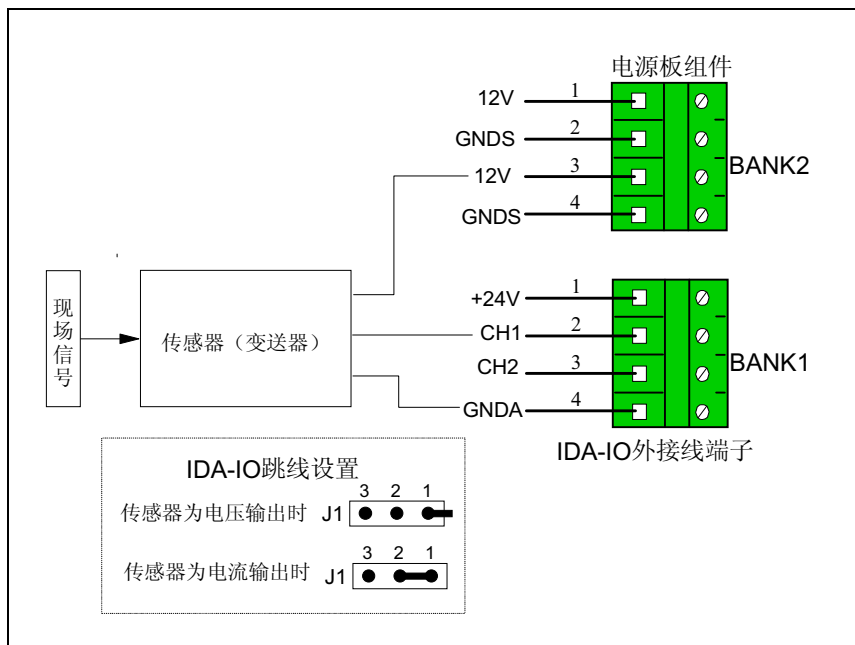

图9-8 12V电源三线制接线示意图
3. 外接传感器或变送器为三线制(输出4~20mA电流或0~10V电压)，需提供电源12VDC时，具体接线方法如图9-8所示。当输出为电流时，软件应将此通道设为直流电流量通道；当输出为电压时，软件应将此通道设为直流电压量通道。对于LL131Z型水浸传感器可参照图9-8的接法，此输出为电压输出，注意IDA-IO模块上对应跳线的1、2、3针都不短接。